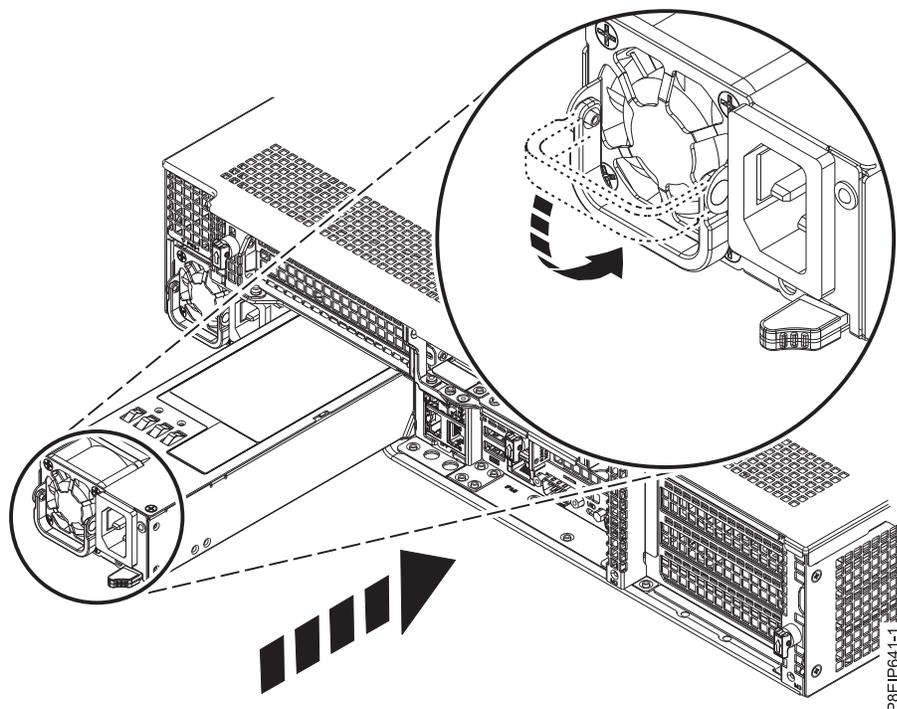

Figura 71. Substituindo a fonte de alimentação no sistema
2. Alinhe a fonte de alimentação com o compartimento conforme mostrado na Figura 71 na página 107. O ventilador está à esquerda; o plugue está à direita. Deslize a fonte de alimentação no sistema até que a trava seja bloqueada no lugar.